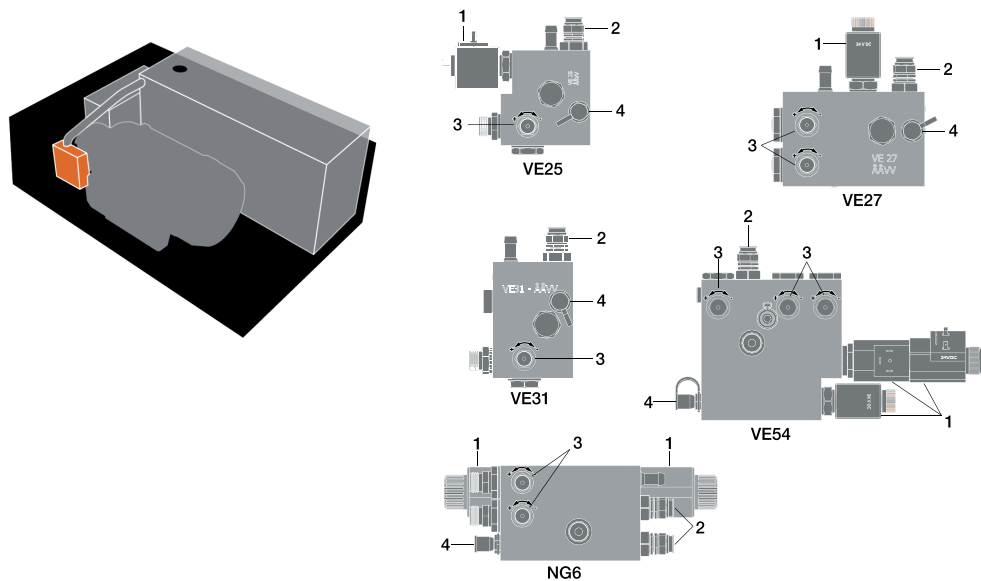

Bild 21 Ventilkpaketet är monterat på hydraulaggregatet. Olika typer av ventilkpaket förekommer beroende på produkt och dess konfiguration
1. Olika typer av ventilkpaket förekommer beroende på produkt och dess konfiguration. Identifiera vilken typ av hydraulpaket som din produkt är utrustad med, se bild 21.
2. Anslut passande manometer till uttaget, se pos. 4 bild 21. Uttaget är försett med ett skyddande lock som måste tas av innan anslutning.